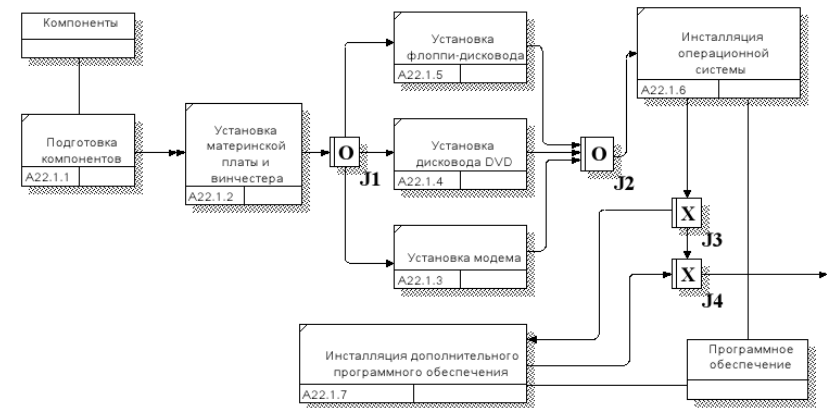

Рисунок 1.26 – Диаграмма IDEF3
11. Соедините работы и перекрестки между собой в соответствии с рис. 1.26.